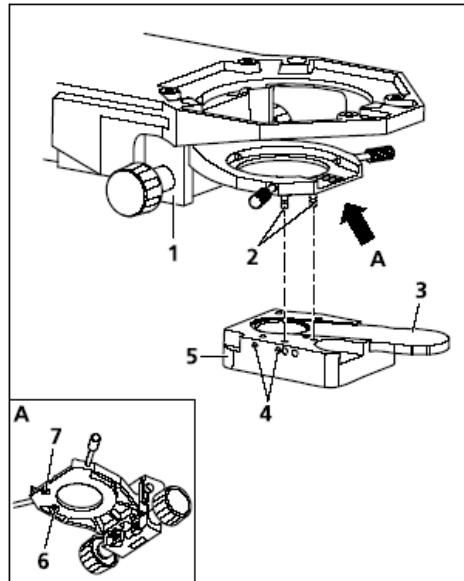

图 3-16 将 LED 照明器安装到聚光镜上
- 用手将螺栓（图 3-16/2）拧到聚光镜托架底部的螺纹孔内（图 3-16/6 和 7）。
- 握住 LED 照明器（图 3-16/5），使其与聚光镜托架的底部（图 3-16/1）平行，将其别在螺栓（图 3-16/2）上，用螺丝（图 3-16/4）固定在 LED 照明器的左边。
- 将带有漫射片的插板（图 3-16/3）插入到 LED 照明器内，如果使用偏振光，则将 LED 起偏镜插入聚光镜（427708-0000-000）。